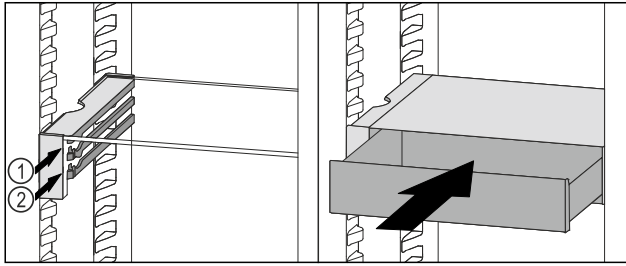

Fig. 174
- Aseta VarioSafe-vetolaatikko rajoittimien taakse halutulle kannattimelle Fig. 174 (1) tai Fig. 174 (2).